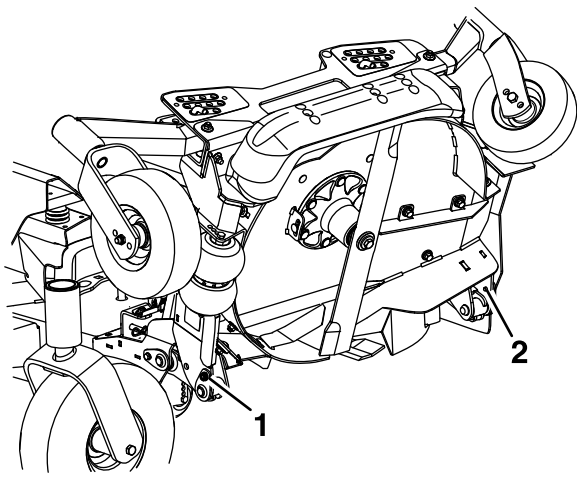
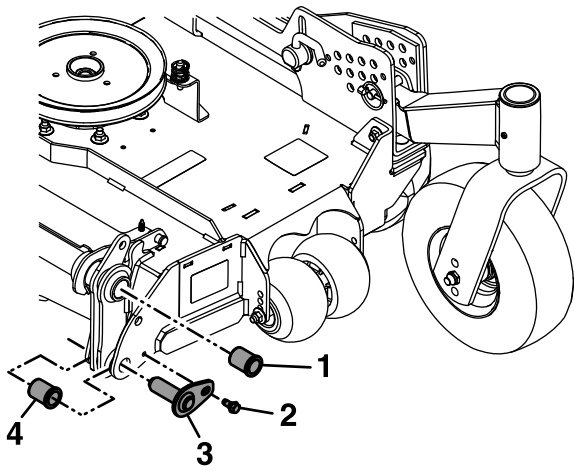

Figure 84
Figure 87
7. Desserrez les boulons qui fixent les axes de pivot supérieurs sur le tablier, mais ne les retirez pas (Figure 84).
14. Retirez les douilles à embase des points de pivot supérieurs et nettoyez l'alésage (Figure 87).
18. Retirez et conservez les boulons des points de pivot inférieurs (Figure 84 et Figure 87).